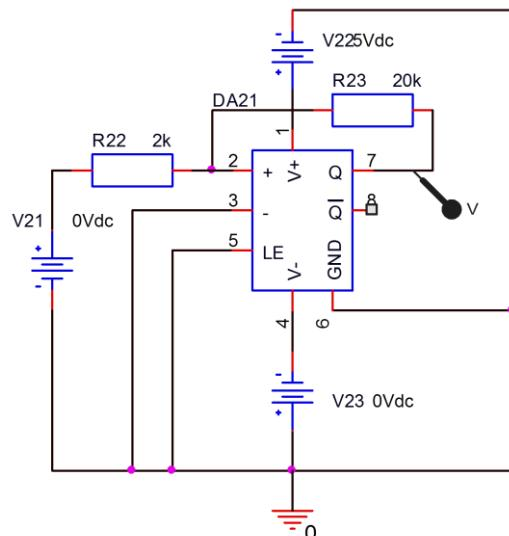

Рисунок 5 – Устройство сравнения с гистерезисом
7. В соответствии с вариантом задания (таблица 1) рассчитать пороги схемы сравнения приведенной на рис.5.
6. Изменить схему в соответствии с рис.5. В режиме симуляции установить диапазон изменения входного напряжения V21 перекрывающим зону гистерезиса, рассчитанную при домашней подготовке.